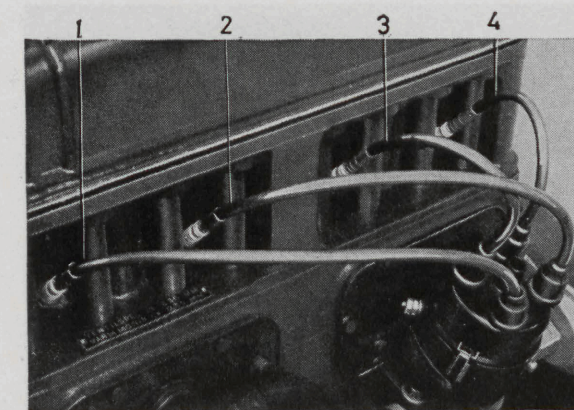

Bild 65. Anslutning av tändkablar.
5. Kontrollera att fördelararmen pekar mot ettans kontakt samt montera lock och kablar enligt bild 65. Fördelararmen roterar medurs. Tändföljden är 1-3-4-2.